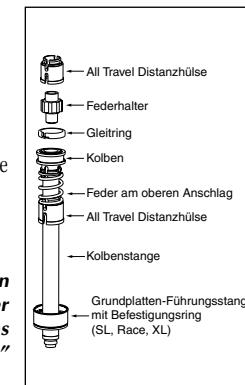

Fig. 8
12. Entfernen Sie die All Travel Distanzhülsen und die Baugruppen der Kolben/Dämpfer aus den oberen Rohren. Notieren Sie, in welcher Ausrichtung die Bauteile eingebaut sind. (S. Abb. 8 und 9)